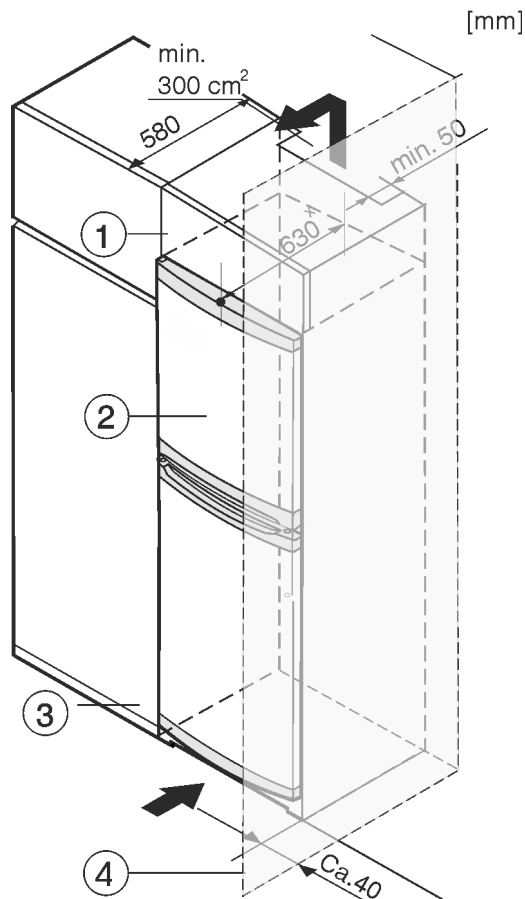

Fig. 8
Přístroj lze zabudovat do kuchyňských skříní. K vyrovnání přístroje *Fig. 8 (2)* na výšku kuchyňské linky lze na přístroj nasadit nástavec *Fig. 8 (1)*.
Při montáži do kuchyňských skříní (hloubka max. 580 mm) lze spotřebič nainstalovat přímo vedle kuchyňské skříně *Fig. 8 (3)*. Spotřebič přesahuje přední stěnu kuchyňské skříně po stranách o 34 mm x a uprostřed o 50 mm x.
Pokud se spotřebič instaluje se závěsy vedle stěny *Fig. 8 (4)*, musí být jeho vzdálenost od stěny alespoň 40 mm. To odpovídá přesahu madla při otevřených dveřích.